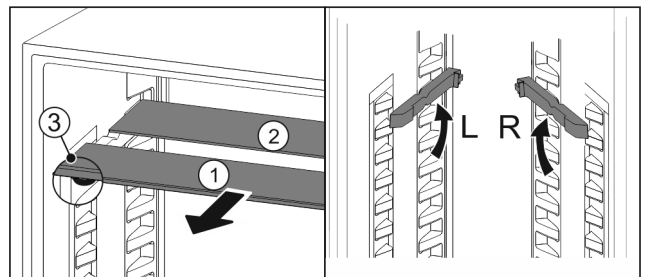

Fig. 23
- ▶ Glasplatten einzeln nach vorne herausziehen Fig. 23 (1).
- ▷ Glasplatte Fig. 23 (1) mit Zierleiste liegt vorne.
- ▷ Stops Fig. 23 (3) zeigen nach unten.